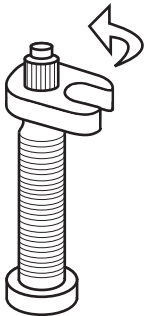

Figura 48. Ruotare la chiave in senso antiorario per rimuovere l'anima.
1. Posizionare la Bontrager Valve Key sopra la valvola Presta, allineando le aree piatte della chiave con quelle dell'anima della valvola (Figura 48).